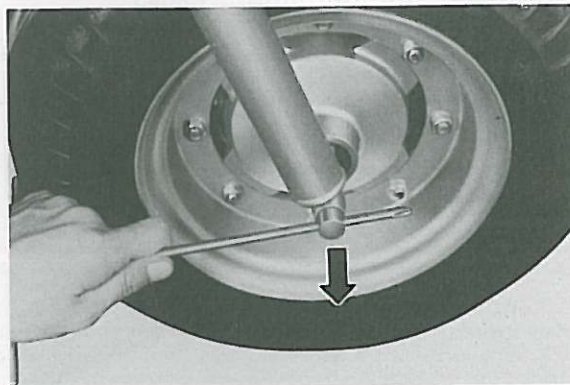

Fig. 5-1-5
5. Remove the front wheel axle by simultaneously twisting and pulling out on the axle. Then remove the wheel assembly. (Fig. 5-1-5)
5. Enlever l'axe de roue avant en le tirant avec un mouvement de torsion. Ensuite, enlever la roue avant. (Fig. 5-1-5)
5. Vorderradachse durch gleichzeitiges Drehen und Ziehen herausziehen; dann das Vorderrad herausnehmen. (Fig. 5-1-5)